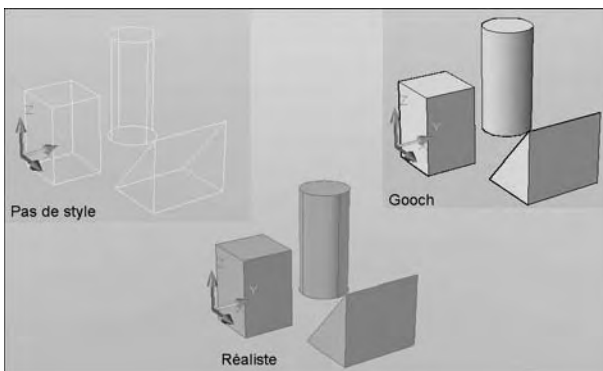

Fig.9.6
- **Style des faces** (Face style) : permet de définir l'ombrage sur les faces. Les options sont les suivantes (fig.9.6) :